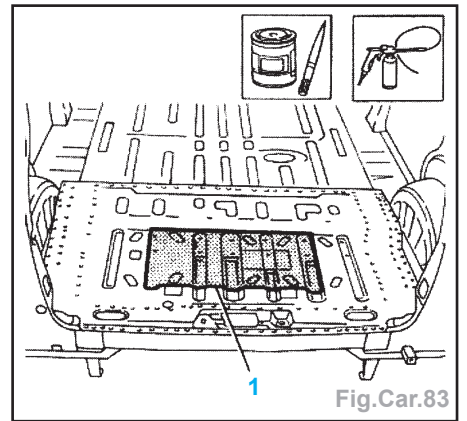

Fig.Car.83
- Mettre en place les panneaux amortissants (1) (Fig.Car.83).